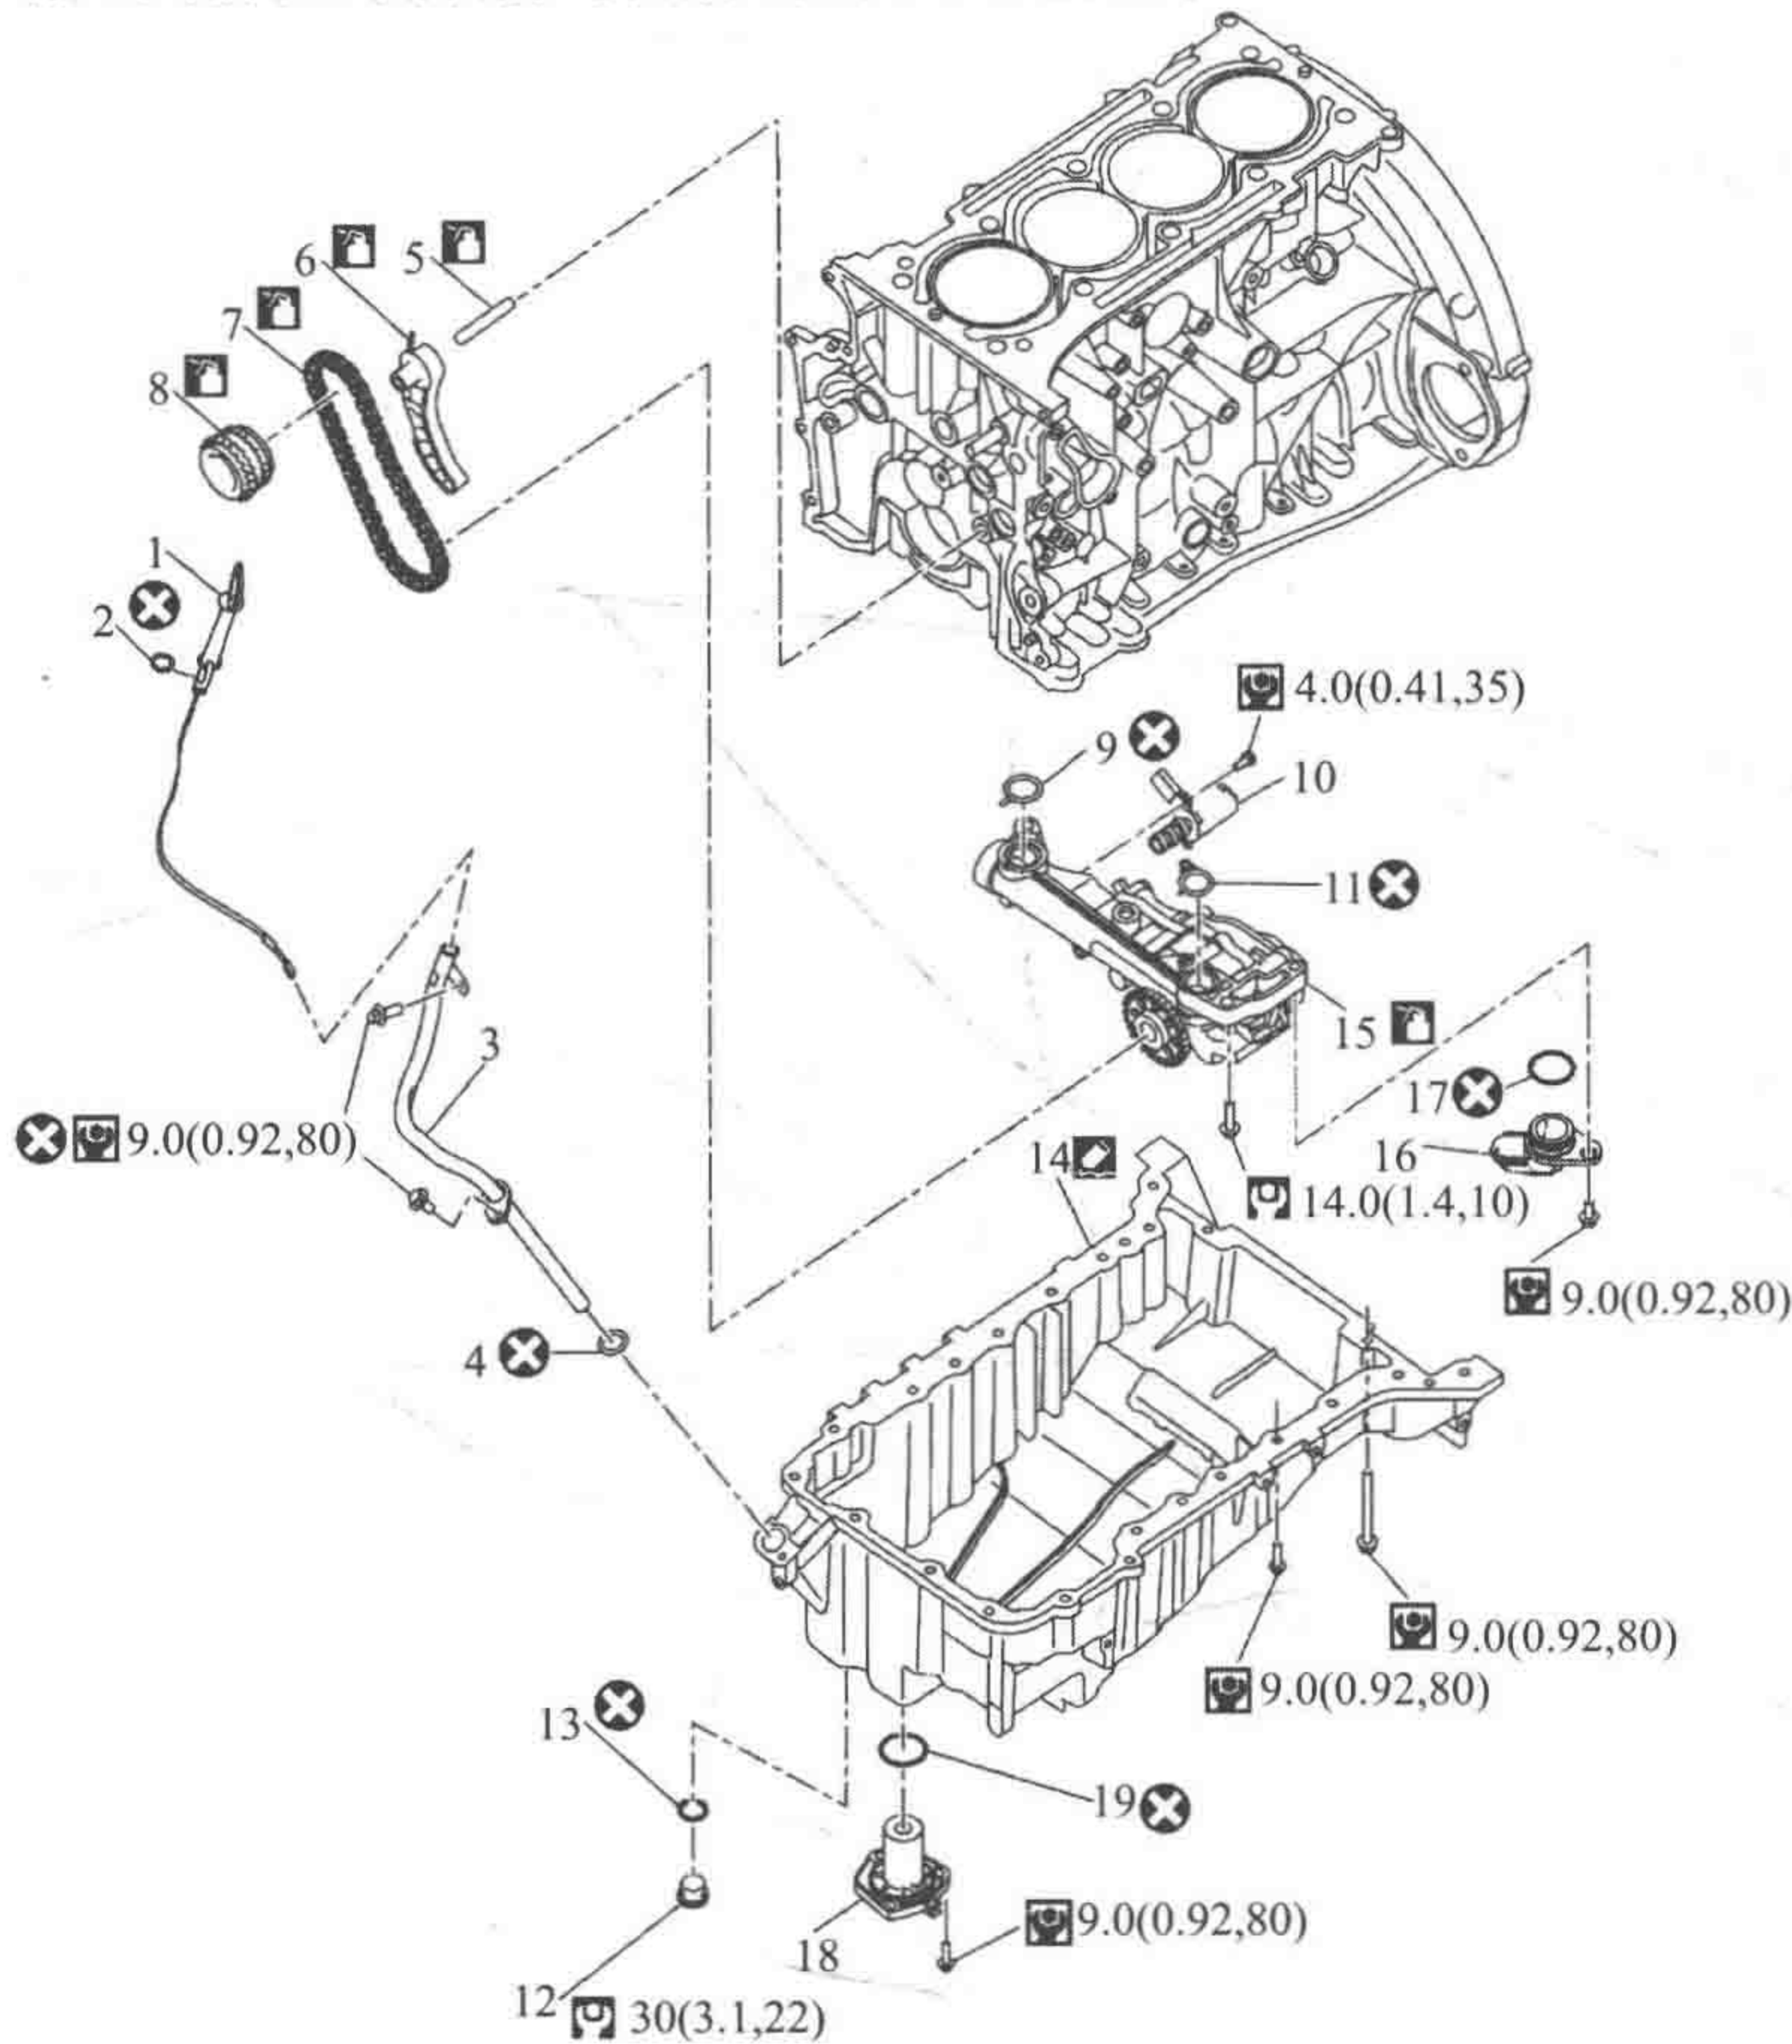

图 1-2 2.0L 涡轮增压汽油机的油底壳分解图
2. 0L 涡轮增压汽油机的油底壳分解图如图 1-2 所示。